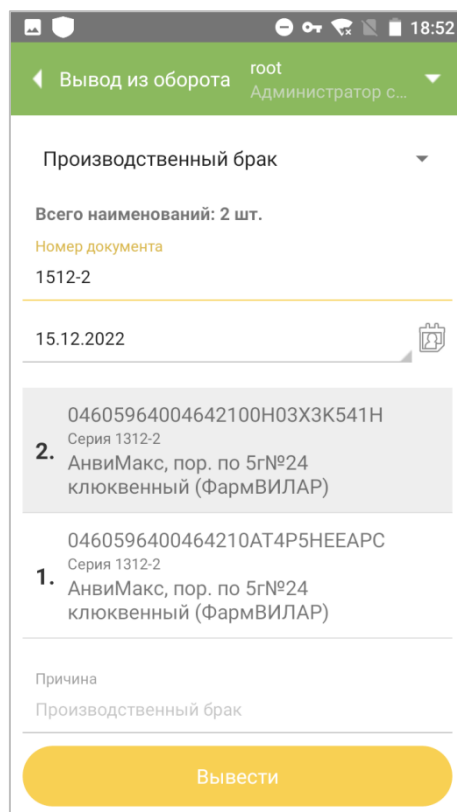

Рисунок 11.3
3. Просканировать коды маркировки (п. 1.5), которые необходимо вывести из оборота согласно указанному документу (Рисунок 11.3).